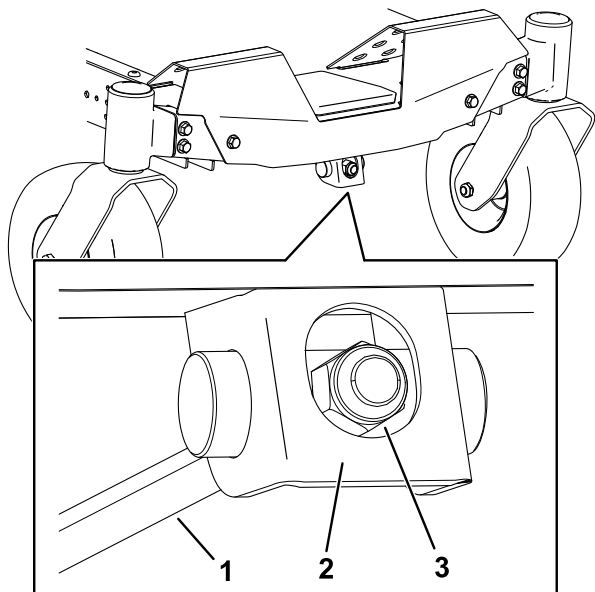

Figura 69
1. Ruotate il dado di regolazione nella parte anteriore del tosaerba (Figura 69).